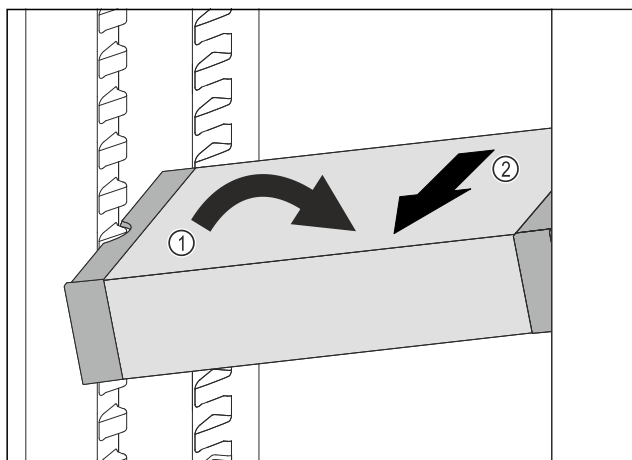

Fig. 100
- Incliner le VarioSafe dans la partie réfrigérateur. Fig. 100 (1)
- Sortir le tiroir VarioSafe par l'avant. Fig. 100 (2)